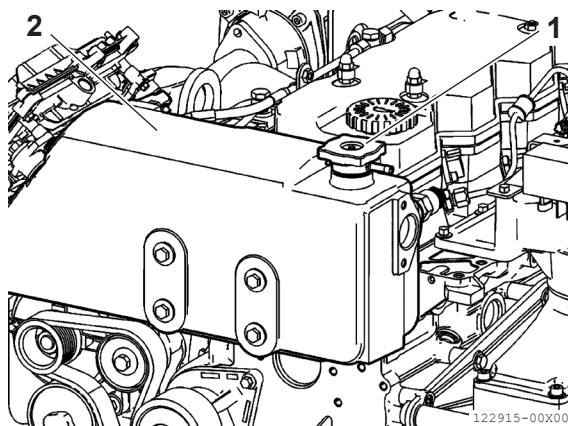

Figura 9
2. Aprire il tappo del filtro del liquido refrigerante (**Figura 9, (1)**) del serbatoio di espansione (**Figura 9, (2)**).